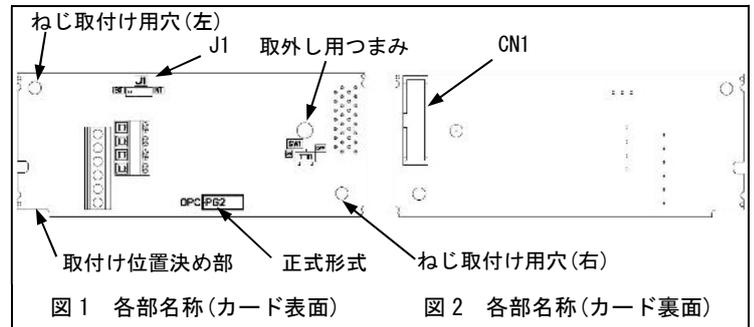

図1 各部名称(カード表面) 図2 各部名称(カード裏面)
- (1) PG インタフェースカードおよび、ねじ(M3×8:2本)が入っていることを確認してください。
- (2) PG インタフェースカード上の部品の異常、凹み、反りなど輸送時での破損がないことを確認してください。
- (3) PG インタフェースカード上に形式「OPC-PG2」が印刷されていることを確認してください。(図1)
注意 PGインタフェースカードの取付け位置決め部(図1)がツメ(図4①)にセットされ、CN1(図4②)が確実に差し込まれていることを確認してください。図5は取付け完了を示します。本インタフェースカードはC-Port以外に取り付けしないでください。接続すると破損する可能性があります。
- (3) OPC-PG2の配線を行います。